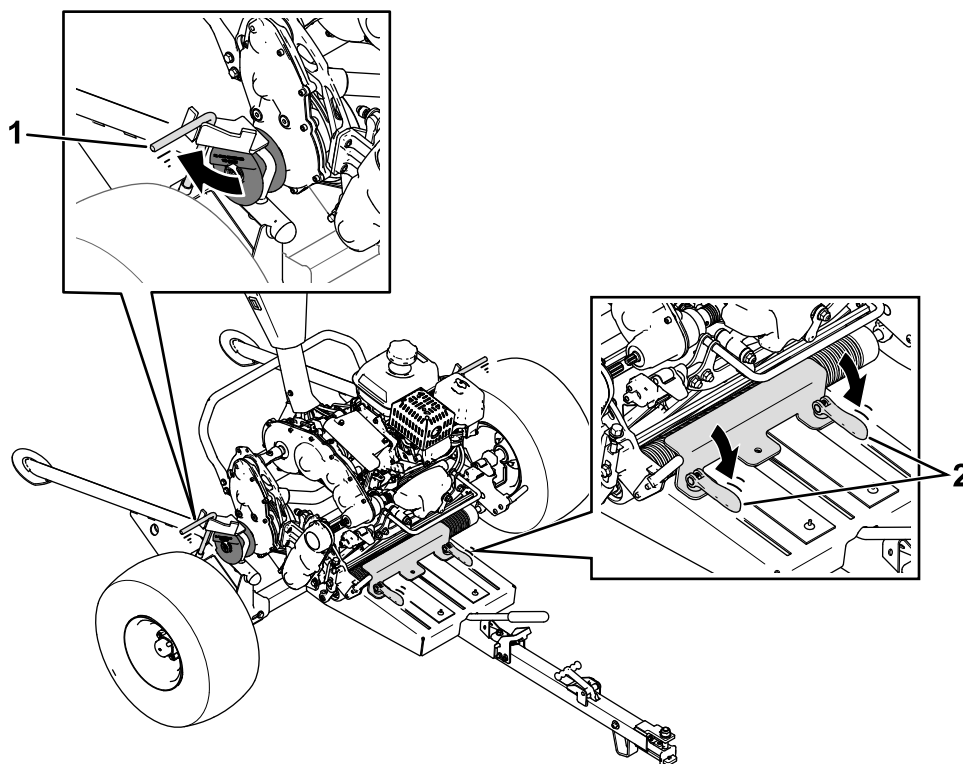

Figura 10
- Cierre las varillas de retención a ambos lados del remolque (Figura 10).